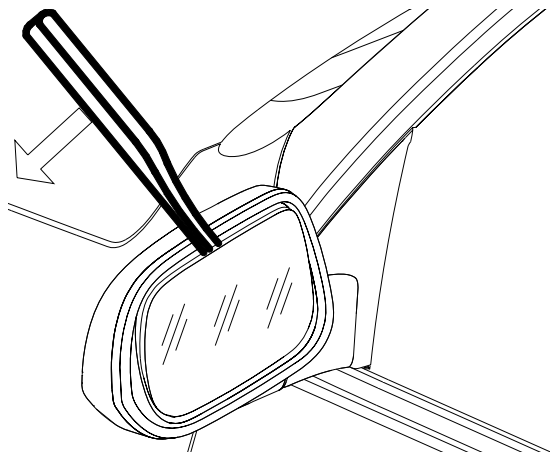

图 18-3-5
- 1、用遮蔽胶带保护外后视镜镜壳，如图 18-3-5，直接用工具撬开镜片；